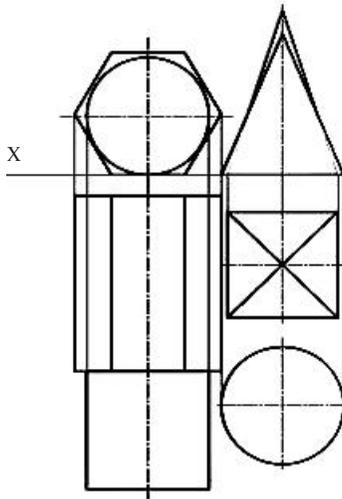
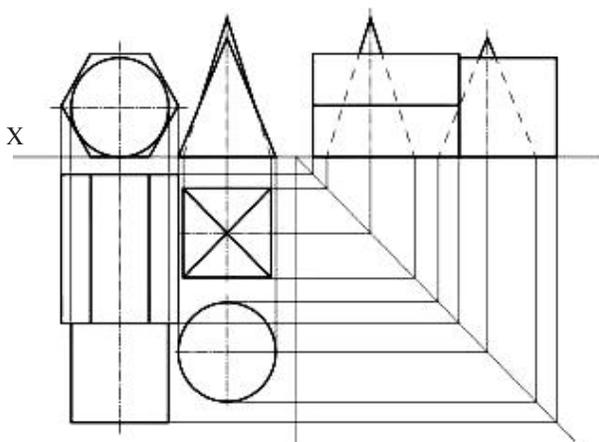

Рис. 22. Построение фронтальной проекции геометрических тел
Рис. 23. Построение профильной проекции геометрических тел
3. При помощи вертикальных линий связи выполнить фронтальную проекцию (рис. 22), а профильную проекцию построить с помощью вертикальных и горизонтальных линий связи (рис. 23) и наклонной линии под 45° к оси x .